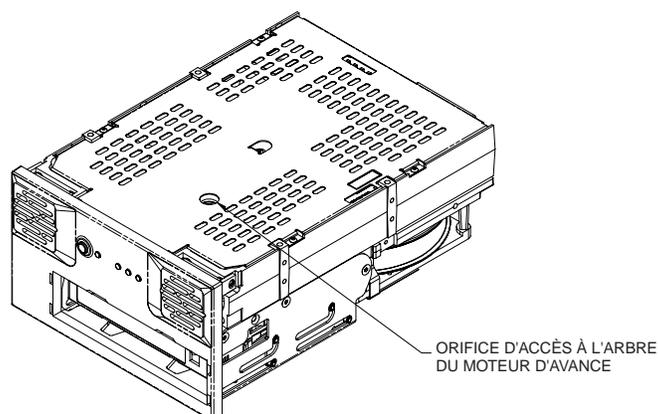

Figure 20. Schéma du dessous du Viper 200 montrant l'orifice d'accès au moteur
4. Insérez la clé hexagonale de 1,5 mm dans le trou de la plaque inférieure représentée sur la figure 20. Tournez la clé dans le sens des aiguilles d'une montre pour rentrer la bande dans la cartouche. Cela peut prendre un certain temps.